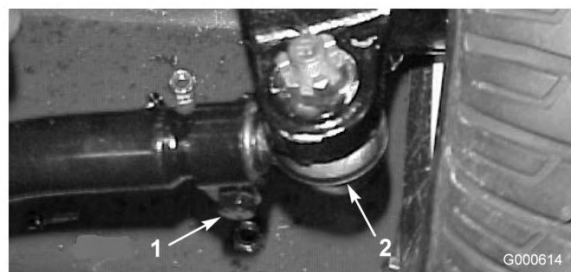

図 50
2. 調整が必要な場合は、タイロッドのボール・ジョイントのコッターピンとナットを外す（図 50）。次に、タイロッドのボール・ジョイントをアクスル・ケースのサポートから外す。
3. タイロッド両側のクランプをゆるめる（図 50）。